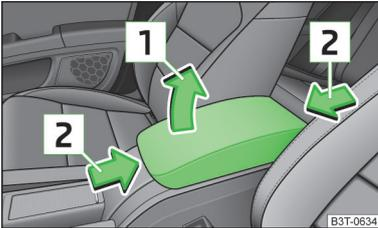

Abb. 57
- Den Deckel zuerst bis nach unten klappen und dann in Pfeilrichtung **1** » Abb. 57 in eine der 4 Raststellungen heben.
- Den Deckel in Pfeilrichtung **2** » Abb. 57 in die gewünschte Position verschieben.